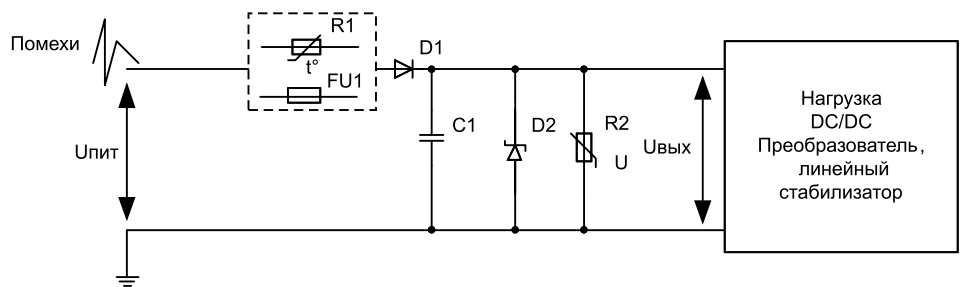
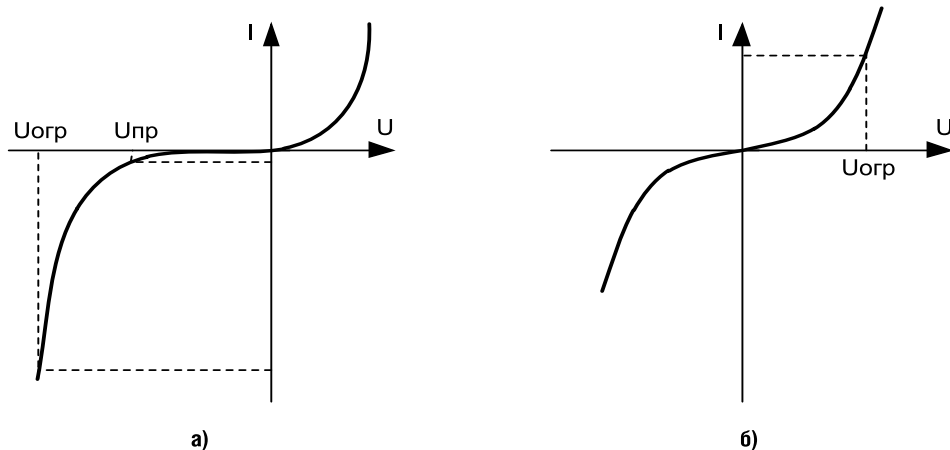
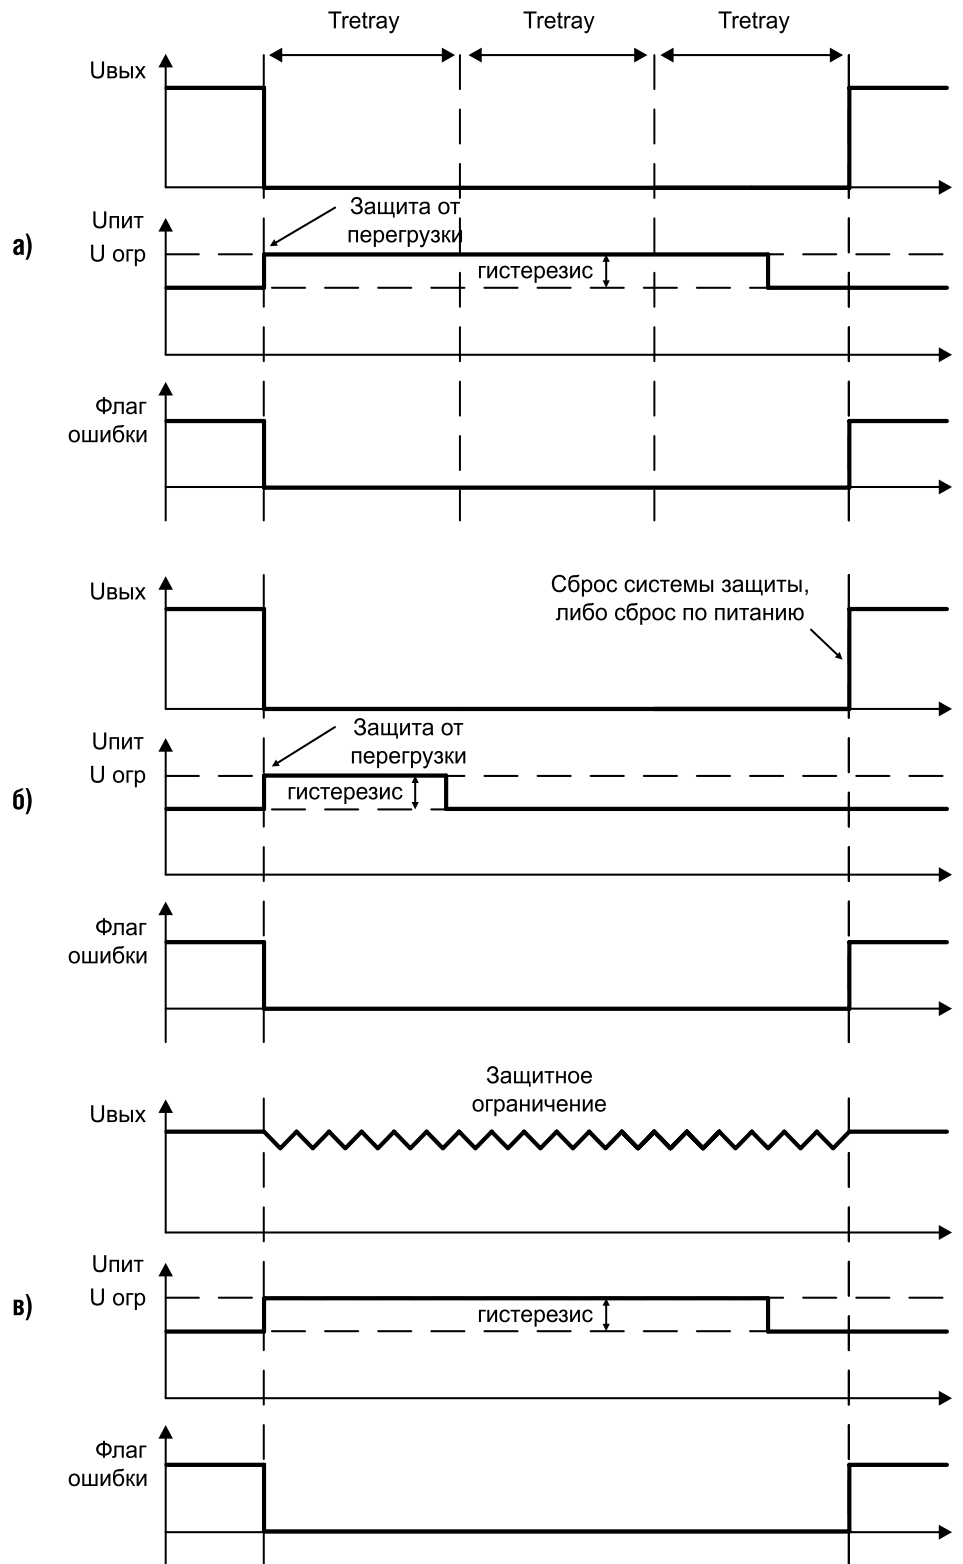

Рис. 1. Схема защиты на дискретных компонентах
Рис. 2. BAX TVS диода (а) и варистора(б)
Рис. 4. Активная защита от перенапряжений
Типовая схема защиты на дискретных компонентах (рисунок 1) позволяет достаточно эффективно бороться со всеми типами помех. Для защиты от перенапряжений используют TVS-диод (D2), либо варистор (U). Защиту от перегрузки по току обеспечивает предохранитель (FU1), или термистор (R1). Диод (D1) необходим на случай неправильной полярности питающего напряжения и для защиты от импульсов
Недостатки защиты от перенапряжений с помощью TVS-диодов (D2) достаточно очевидны. Дело в том, что ВАХ TVS-диода (рисунок 2а) имеет наклон в области ограничения. Величина напряжения ограничения ($U_{огр}$) зависит от величины тока, а значит — и от мощности помехи. Так у TVS-диода **SM6T30A** напряжение пробоя $U_{пр} = 28,5$ В, а напряжение ограничения $U_{огр} = 41,5$ В при токе 14,5 А. Соответственно, сама микросхема питания, имея рабочее напряжение до 28,5 В, должна выдерживать пульсации до 41,5 В.
Аналогичным недостатком обладает варистор, у которого еще более пологая BAX (рисунок 2б), в результате разница между рабочим напряжением и напряжением ограничения еще больше, чем в случае с TVS.
Транзистор VT2 заменяет TVS-диод D2 (рисунок 1) и служит для защиты от перенапряжений. Система защиты постоянно контролирует входное напряжение. Как только входное напряжение превысит пороговое значение, схема защиты отключает транзистор VT2. При этом, возможно несколько вариантов повторного включения (рисунок 4).
1. Без автоматического включения — включение транзистора произойдет только после сброса схемы защиты, либо после повторной подачи питания (рисунок 4а).
2. С автовключением — в этом случае происходит автоматический сброс схемы защиты по истечении таймаута Tretray и транзистор включается вновь (рисунок 4б).
3. Схема с активным ограничением напряжения. Транзистор включается только после того, как напряжение вернется в допустимый диапазон с учетом гистерезиса (рисунок 4в).
Защита от отрицательных выбросов напряжения и от неверной полярности питания реализована с помощью транзистора VT1 (рисунок 2) вместо диода VD1 (рисунок 1). При работе в нормальном режиме транзистор открыт. Благодаря низкому сопротивлению канала, потери мощности и падение напряжения на нем гораздо меньше, чем на диоде.